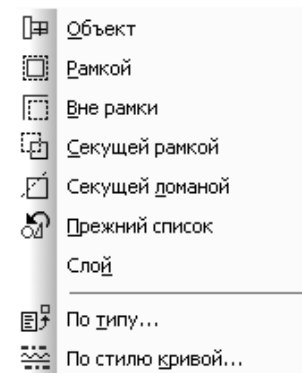

Рис. 2.17. Всплывающее меню пункта **Исключить** выпадающего меню пункта **Выделить** главного меню
- **Исключить** вызывает всплывающее меню, показанное на рис. 2.17.